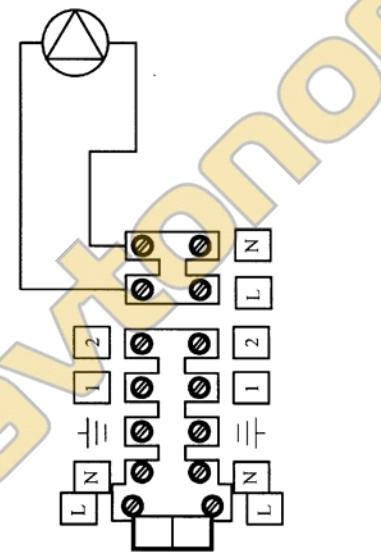

Рис. 17: Клеммная колодка электропитания
- В клеммной колодке имеется также плавкий предохранитель быстрого срабатывания на 2A (рис. 17).